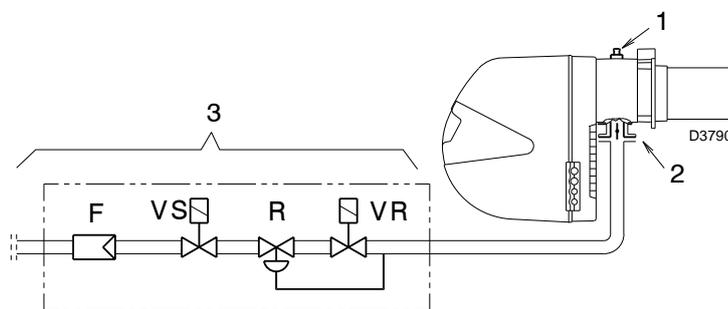

Fig. 36
Pressione del gas misurata alla presa 1)(Fig. 36), con:
Perdita di carico farfalla gas 2)(Fig. 36) con apertura massima: 90°.
Perdita di carico rampa 3)(Fig. 36) comprendente: valvola di regolazione VR, valvola di sicurezza VS (entrambe con apertura massima), regolatore di pressione R, filtro F.
- Sottrarre dalla pressione del gas alla presa 1)(Fig. 36) la pressione in camera di combustione.
- Pressione del gas alla presa 1)(Fig. 36) = 7,5 mbar
Per conoscere invece la pressione del gas necessaria alla presa 1)(Fig. 36), fissata la potenza alla quale si desidera funzioni il bruciatore alla potenza massima:
- Leggere sulla destra, colonna 1, la pressione alla presa 1)(Fig. 36).
pressione necessaria alla presa 1)(Fig. 36).